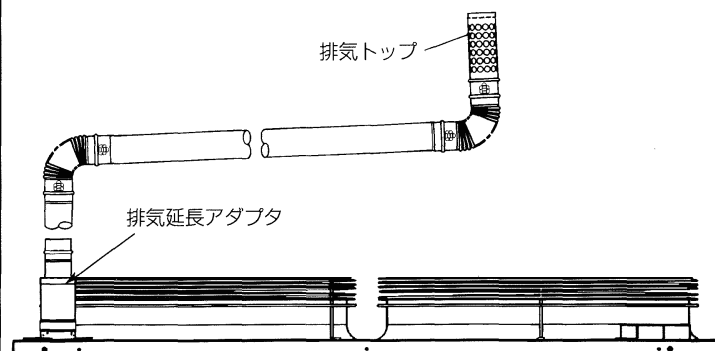

図 5
- 3) 排気トップは、図5の様に必ず垂直に取付けてください。